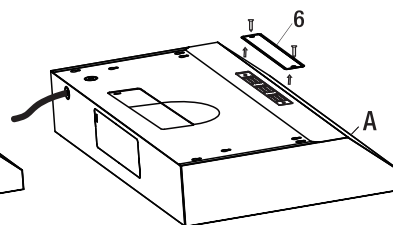

Fig. 12
- Si vous avez choisi une ventilation intérieure, dévisser les deux vis qui retiennent le couvercle (6) et enlever le couvercle comme sur la Fig. 12. NE RETIRER AUCUN AUTRE COUVERCLE DE TROU DE VENTILATION.